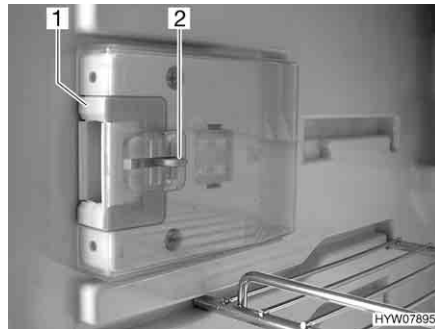
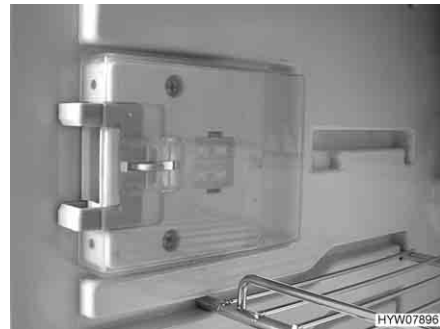

Fig. 175 Dispositif de fermeture en position normale
Fig. 176 Dispositif de fermeture en position de ventilation
- Presser le bouton de déverrouillage (Fig. 175,2).
- Pousser le dispositif de fermeture (Fig. 175,1) vers l'avant (Fig. 176).